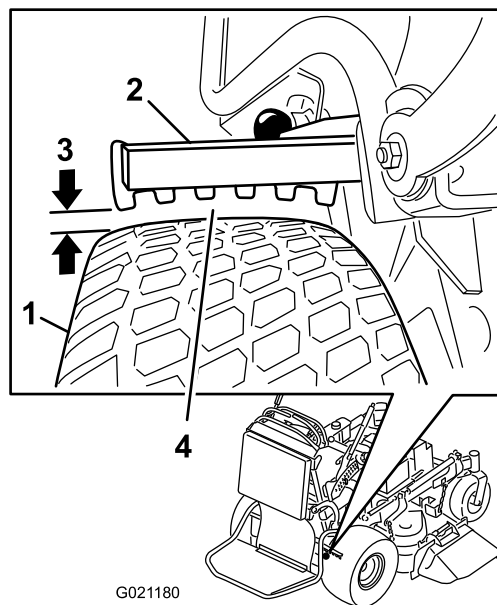

Bild 62
6. Verwenden Sie die Seite mit dem kleinsten Abstand und stellen sicher, dass der Abstand zwischen 3 mm und 6 mm liegt, siehe Bild 62; wenn eine Anpassung notwendig ist, siehe Einstellen der Bremsen \(Seite 47\).
5. Stellen Sie das Joch ein (Bild 62).